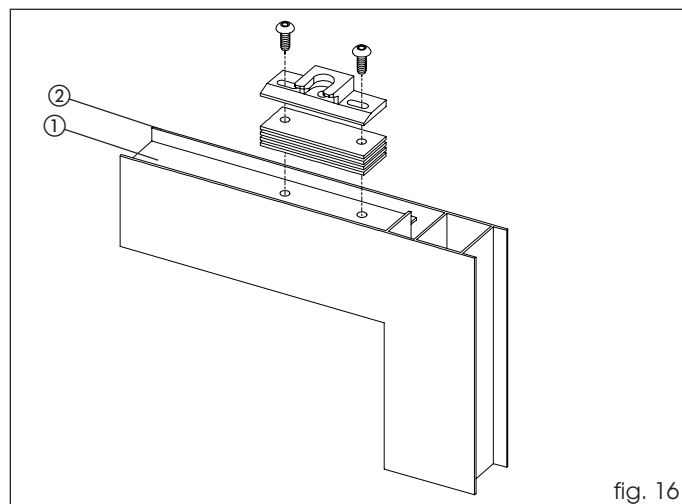

fig. 16
Si la superficie para la fijación del bloque (fig. 16 ref. ①) estuviera más baja respecto al punto más alto de la hoja (fig. 16 ref. ②), utilice los distanciadores proporcionados en dotación para nivelar el bloque.